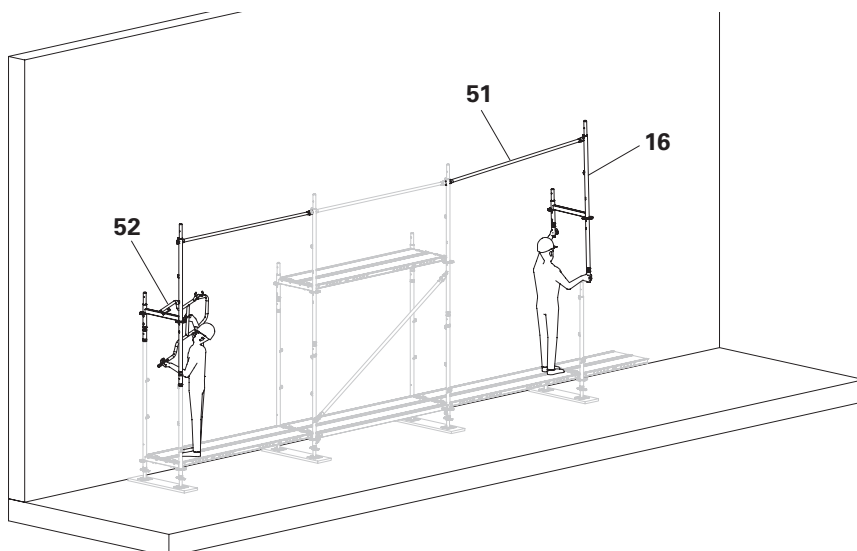

Bild B3.02
4. Haka fast skyddsräcke EPG (51) till befintligt ställningsfack och sätt fast tillsammans med Easy-ram EVF (16).
5. Montera förlöpande skyddsräcke UPA 67 (52) i slutfacket. Bild B3.02)